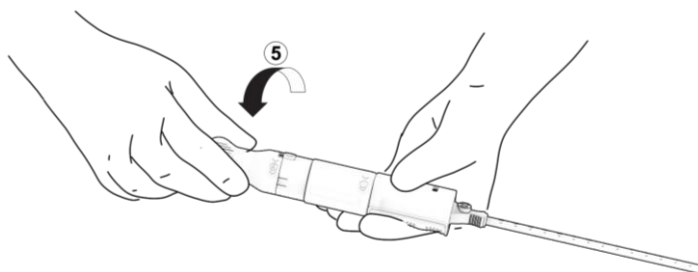

Figura 16. Liberação do implante.
- a. Coloque a mão livre no came de liberação, marcado com "5", e rode parcialmente esta secção de prensão 90° na direção indicada pelas primeiras marcações de alinhamento. Figura 16. O implante está agora na configuração de totalmente colocado, mas ainda fixo na pega do dispositivo.